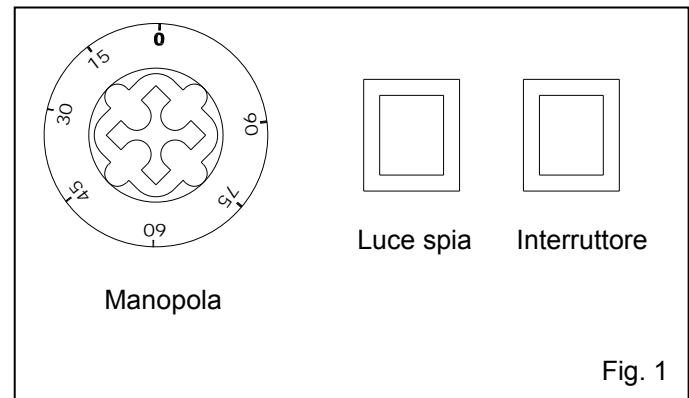

Fig. 1
3.1 Accensione (fig.1)
3.2 Spegnimento (fig.1)